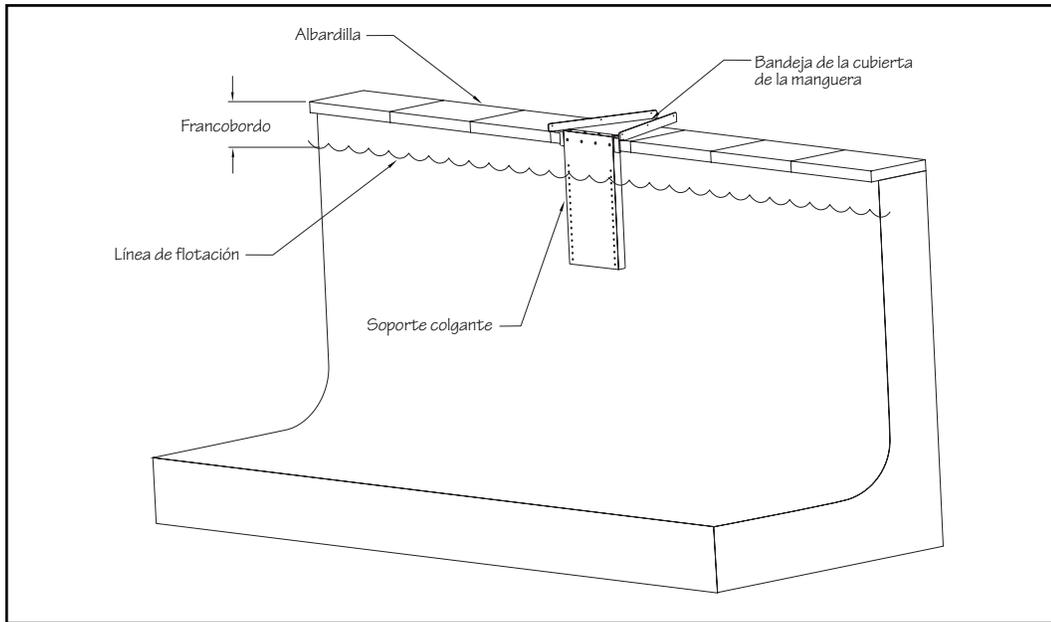

Fig. 9.1
9.1 Fije sin apretar el soporte colgante a la bandeja de la cubierta de la manguera con uno de los tornillos de acero inoxidable de 12,7 mm proporcionados. Mida de abajo a arriba el soporte colgante respecto a la línea de flotación (esta medición se denomina francobordo). Una vez realizada la medición, retire de la bandeja el soporte colgante (Fig. 9.1).